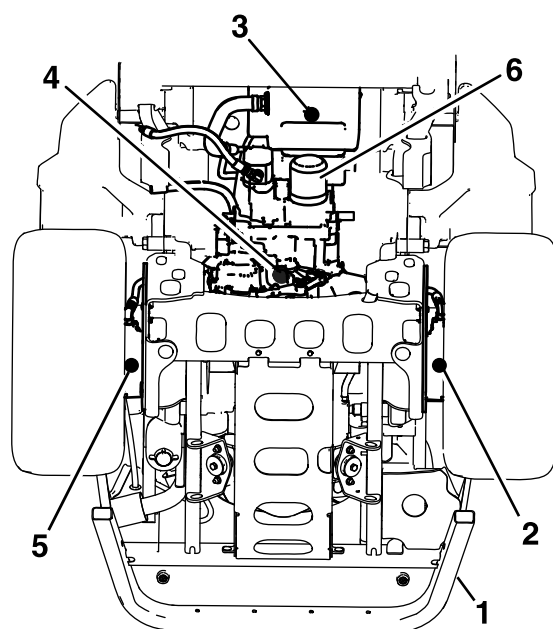

Figure 70
et les moteurs des roues gauche et droite (Figure 70).
5. Enlevez chaque bouchon de vidange et vidangez le liquide hydraulique (Figure 70).
6. Nettoyez la surface autour du filtre à huile hydraulique et retirez le filtre (Figure 70).